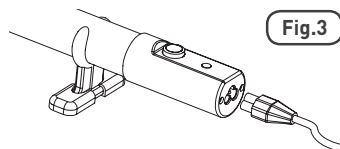

Fig.3
- Voorafgaand aan de installatie van de kachel wordt aanbevolen dat het elektriciteits snoer wordt aangesloten door deze volledig in het daarvoor bestemde contact op de kachel te steken [Fig. 3].